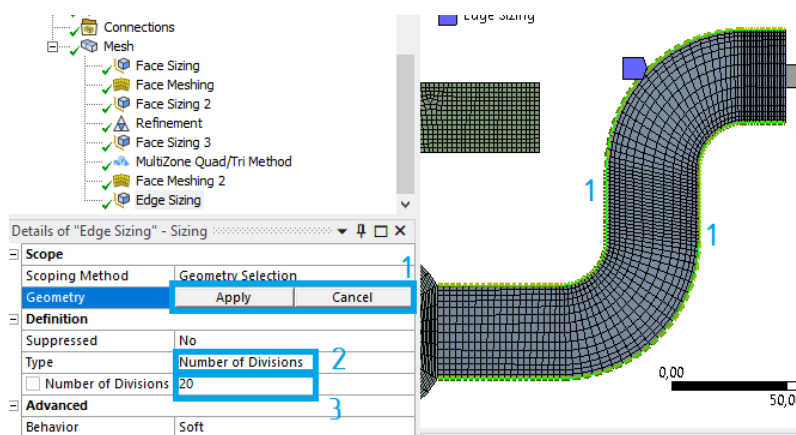

Рис. 14. Задание настроек сетки для участка № 4
- жмем ПКМ на **Mesh – Insert – Sizing**, выделяем длинные ребра участка № 4 (1), меняем тип на **Number of Divisions** (2) и задаем число делений (3) 20 (рис. 14).